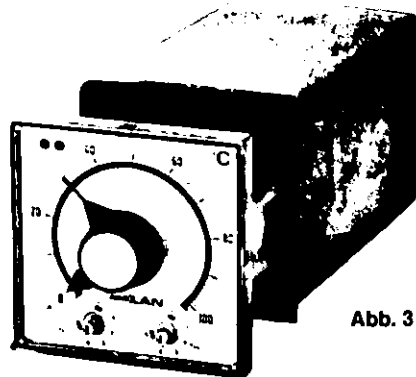

Abb. 3
1.3 Zubehör (Abb. 1 bis Abb. 3)